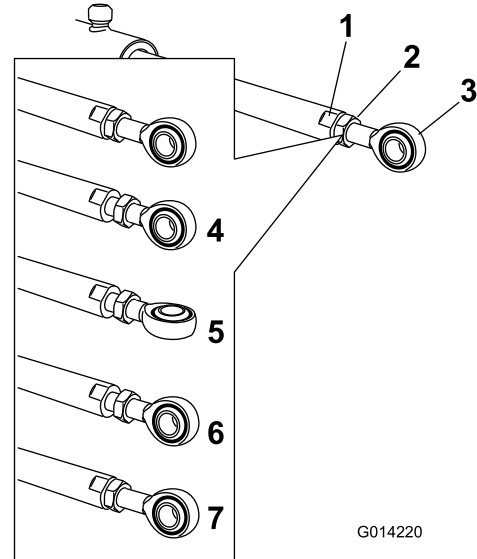

Figure 61
de blocage pour pouvoir ajuster la tige à œillet (**Figure 61**).
- Tournez la tige à œillet dans la tige du vérin pour raccourcir ou allonger le vérin déployé à la position voulue (**Figure 61**).